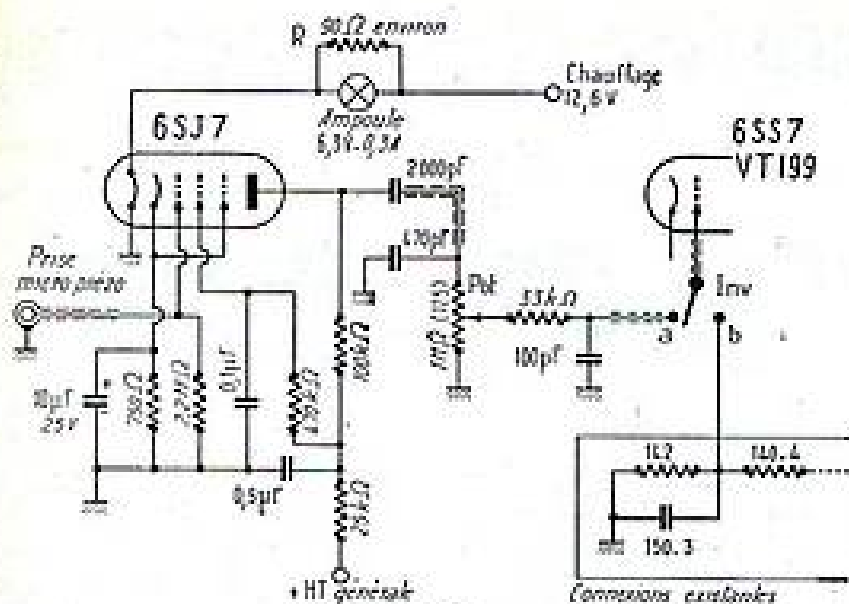

Fig. 6
Les circuits de cet étage préamplificateur BF sont alors câblés comme il est indiqué sur la fig. 6.
pour obtenir la déviation maximum en position 4. En fait, minimum et maximum doivent correspondre pour le même réglage du condensateur variable D; s'il n'en était pas ainsi, modifier le couplage de l'antenne sur le circuit final... ou revoir le fonctionnement de l'antenne elle-même (ondes stationnaires exagérées). Il suffit ensuite de parler au microphone et de régler le taux de modulation par l'ajustage du potentiomètre Pot. (125) de la figure 6. R. RAFFIN.